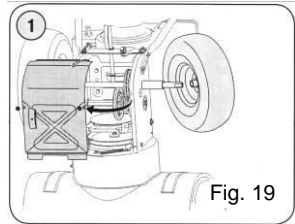

Fig. 19
2. Îndepărtați șurubul hexagonal și șaiba de etanșare care fixează axul hexagonal la carcasa aruncătorului și loviți ușor capătul axului pentru a îndepărta rulmentul cu bile din partea dreaptă a carcasei. Vezi Fig. 19.